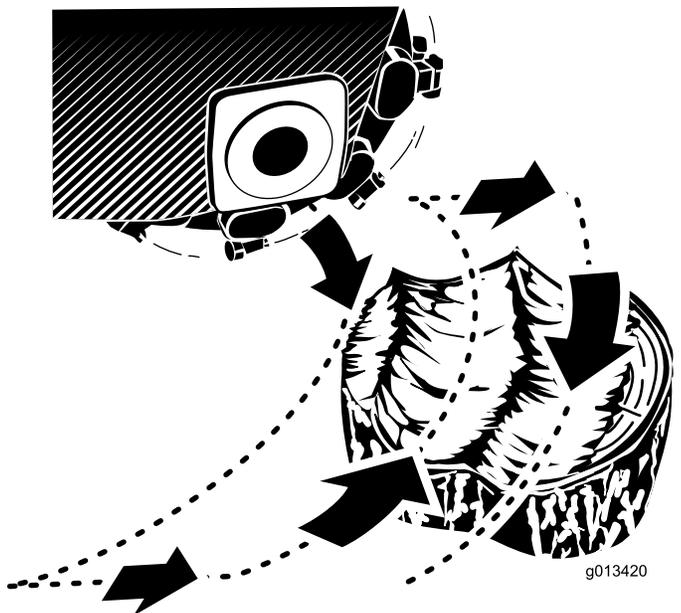

図 22
2. グラインダ制御レバーと走行コントロールを使って、グラインダを切り株の表面から 2.5cm 程度低い高さに位置決めする 図 22。
4. グラインダ制御レバーを使って、グラインダで切り株の表面をゆっくりと掃くように移動させて切削を開始する 図 22。
5. マシンを数センチメートル前進させて、ステップ 4 を繰り返す 図 22。
6. 切り株の地上部が完全に無くなるまでステップ 45 を繰り返す 図 22。